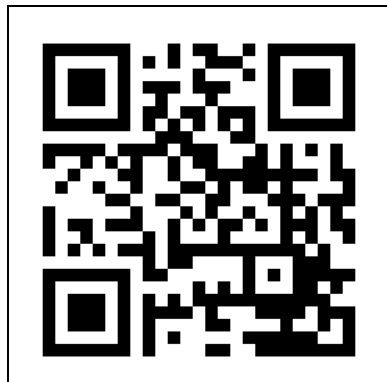

Abbildung 13
1. Öffnen Sie das Eurom Smart App-Handbuch mit dem QR-Code (Abbildung 13) oder gehen Sie zu www.eurom.nl/nl/manuals.